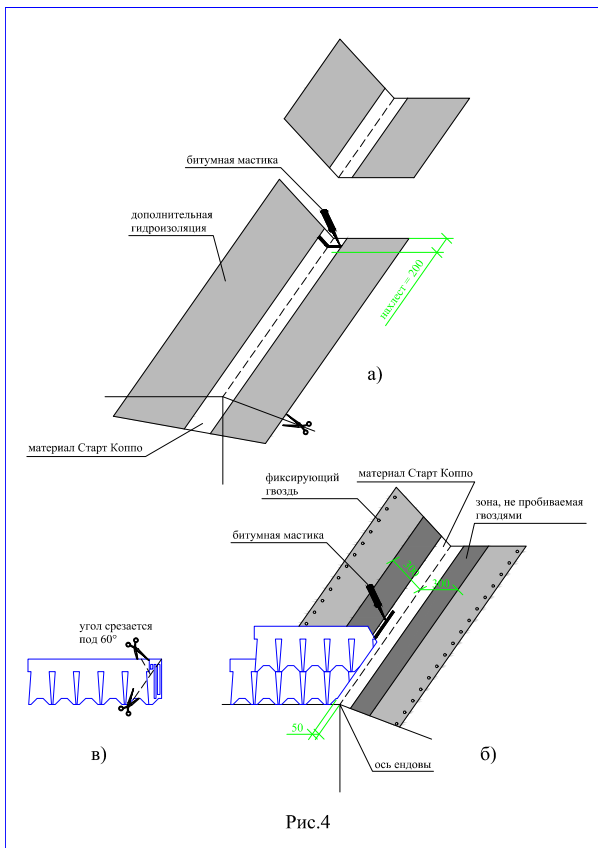

Рис.4
Ендова (рис. 4)
2. «Старт Коппо» укладывается с нахлестом 20 см, место нахлеста тщательно обрабатывается битумной мастикой (рис. 4)
- далее непосредственно на материал «Старт Коппо» укладываются листы черепицы, обрезанные в соответствии с заранее отбитыми линиями (рис. 4)
1. Необходимо также подрезать верхний уголок обрезанного края листа (рис. 4) для правильного стока воды;
2. Крепление обрезанного листа черепицы к материалу «Старт Коппо» осуществляется при помощи сплошной полосы битумной мастики (рис. 4);